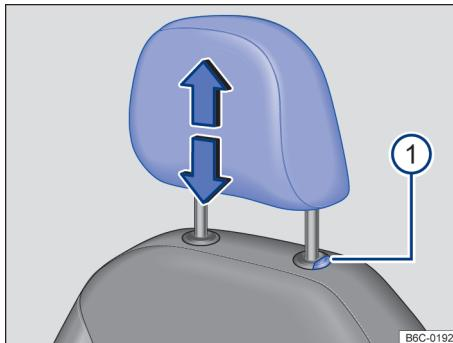

Fig. 70 Apoio para cabeça dianteiro: desinstalar.
→ Fig. 70 ① pressionado.
- Empurrar o apoio para cabeça totalmente para baixo com o botão → Fig. 70 ① pressionado.